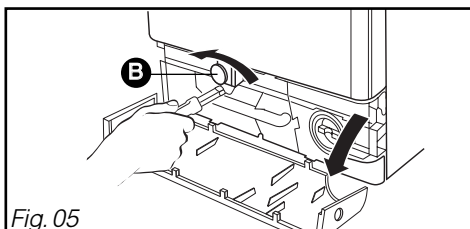

Fig. 05
- Dévissez, à l'aide d'une clé de 10, la vis de maintien de la **bride "avant" B** en plastique rouge (Fig. 05).